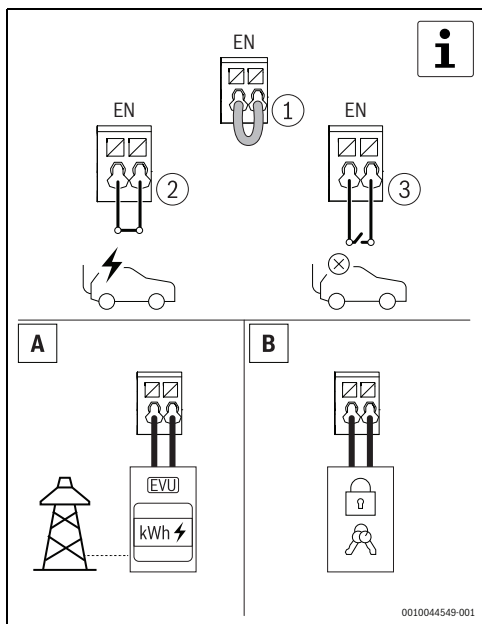

Fig. 215 Entrée numérique en option
- ▶ Déverrouiller le Power Charge 7000i à l'aide de la carte RFID, de l'application ou du dispositif de blocage externe. Cette étape est facultative (→ Fig. 215 et 6.1.5, page 205).